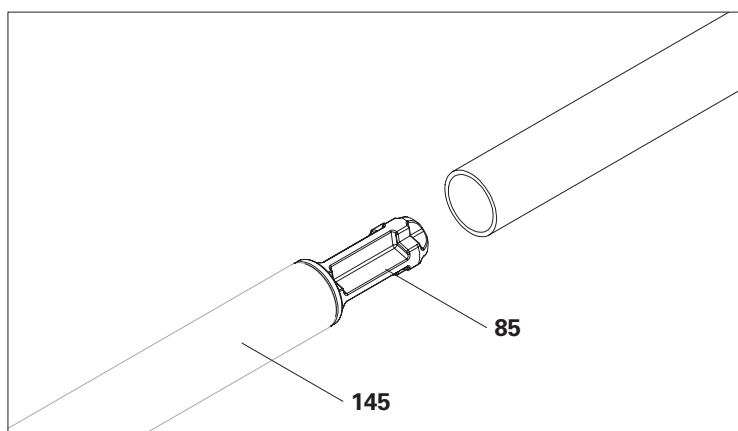

Fig. A10.07a
1. Inserire il connettore per tubi (**85**) nel tubo Ø 48,3 x 3,2 (**145**). (Fig. A10.07a)